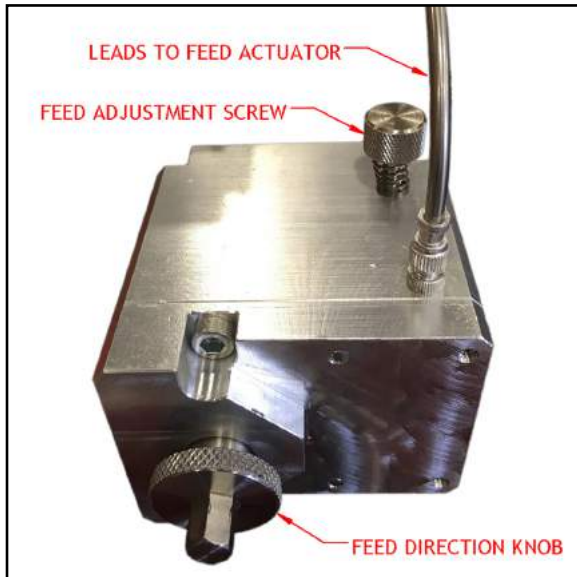

ABBILDUNG 4-4. EINSTELLSCHRAUBE FÜR VORSCHUB UND KNOPF FÜR DIE RICHTUNG DES VORSCHUBS
1. Schalten Sie die Vorschubeinheiten aus (siehe Abbildung 4-4).